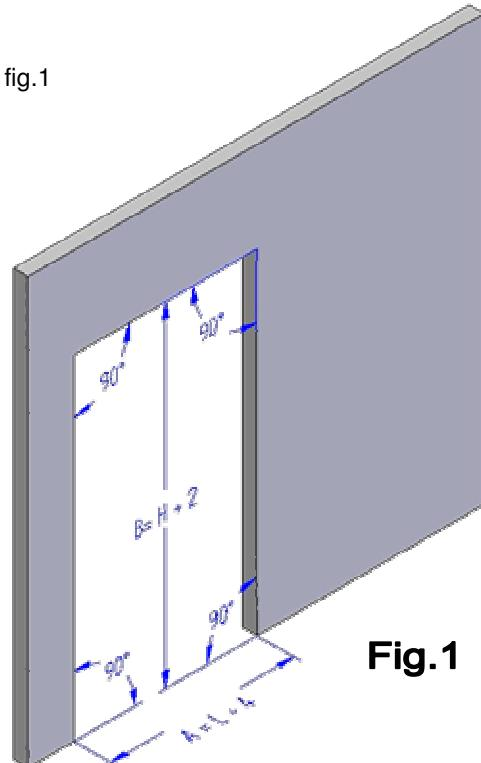

Fig.1
- Taglio del pannello : (fig.1)
Tagliare il pannello di applicazione secondo le indicazioni indicate in fig.1